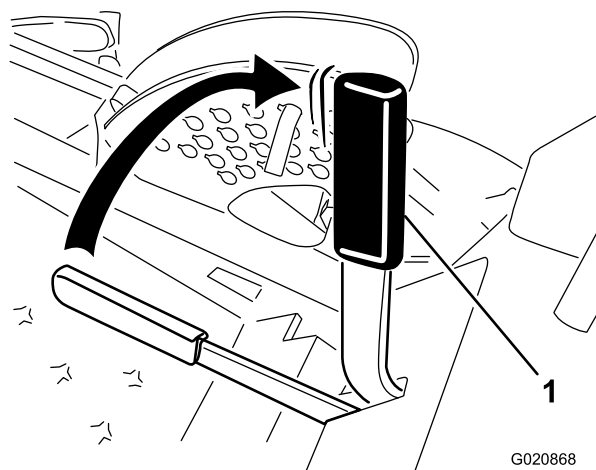

Figura 14
2. Puxe para cima e para trás a alavanca do travão de estacionamento para aplicar o travão de estacionamento (Figura 14).